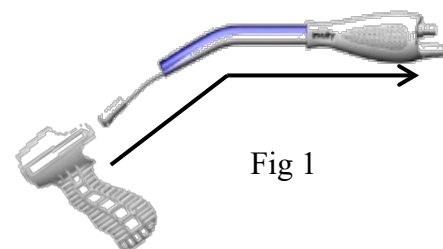

Fig 1
3. Pour fixer la poignée-pistolet en option, glisser la poignée-pistolet sur l'extrémité distale et coulisser en direction proximale sur la poignée comme illustré, jusqu'à ce qu'elle s'enclenche. (Fig 1)